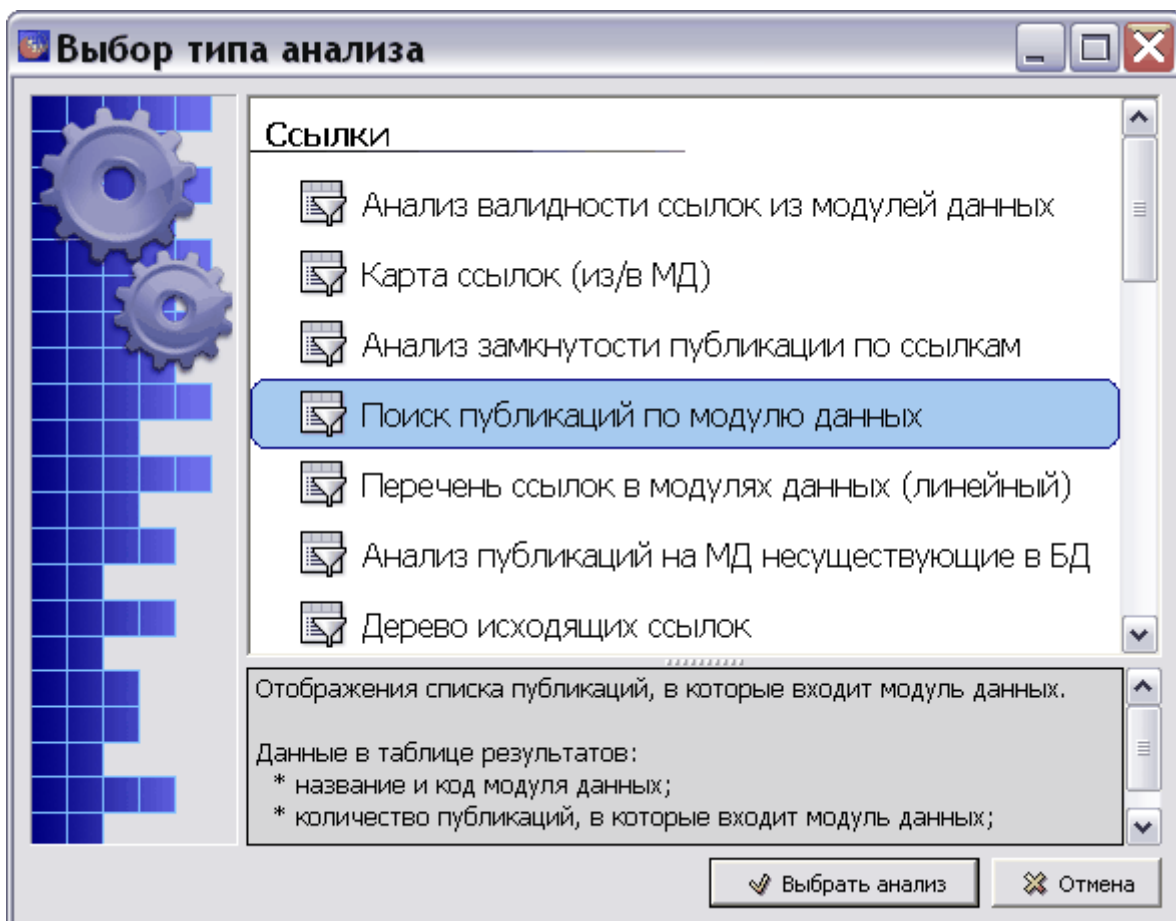

Рис. 21.98
1. В окне **Выбор типа анализа** выберите тип анализа «Поиск публикаций по модулю данных» (Рис. 21.98).